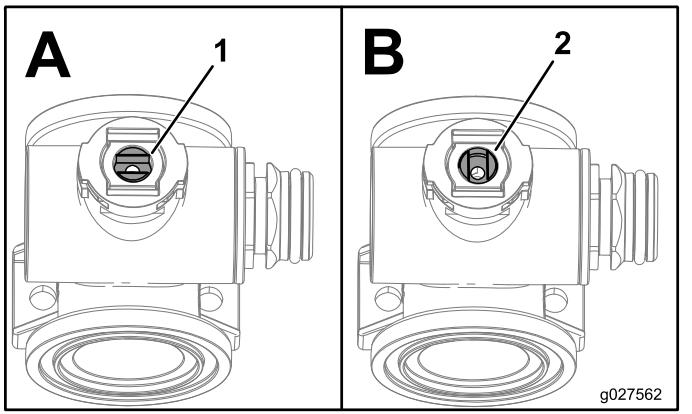

Figura 107
1. Ponga el vástago de la válvula en la posición de cerrado (Figura 107, B).
3. Gire el vástago de la válvula hasta que la bola esté en la posición de abierto (Figura 107, A).
- Gire el conjunto del vástago de la válvula a la posición de cerrado (B de Figura 107).